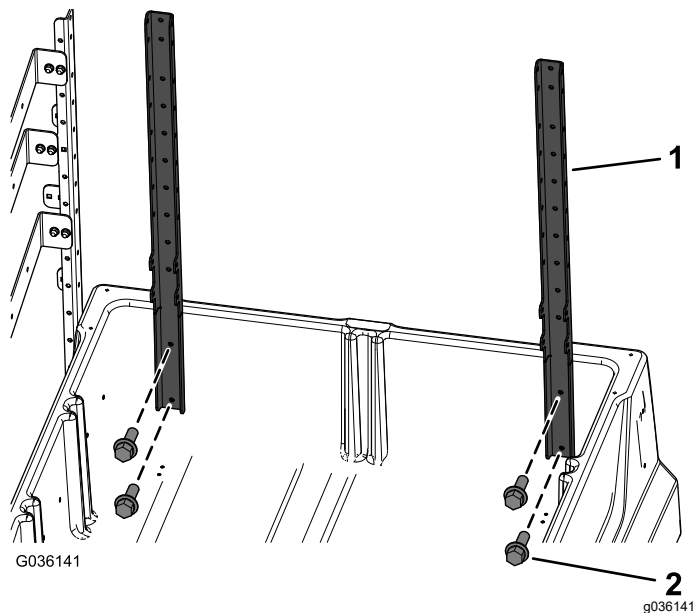

Figura 4
3. Instale provisionalmente los 2 soportes verticales laterales en la parte interior de la plataforma de carga con 4 tornillos de cabeza hexagonal (1/4" x 3/4"), tal y como se muestra en la Figura 4.